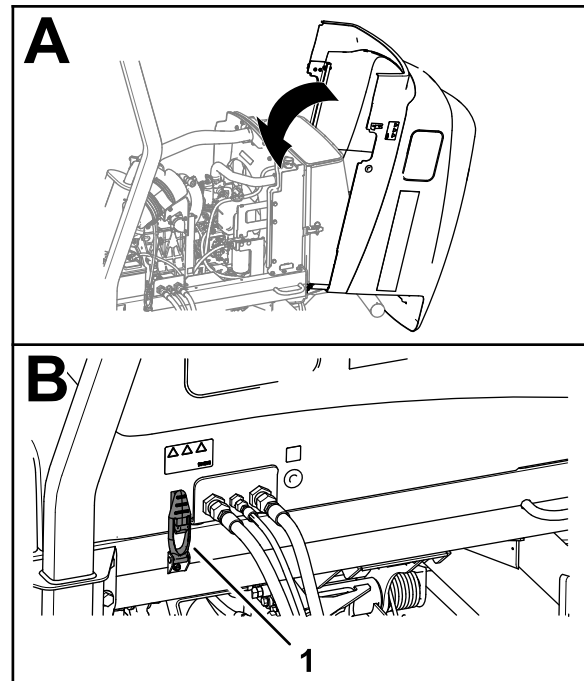

Figura 94
1. Rotii cu atenție capota pentru a o închide (Figura 94).